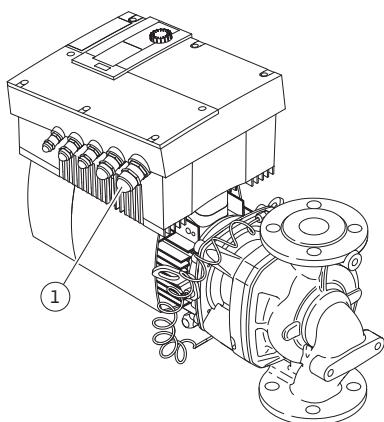

Fig.28: Dławik przewodu M25
- Sieciowy przewód przyłączeniowy należy przeprowadzić przez dławik przewodu M25 (rys. 28, poz. 1).